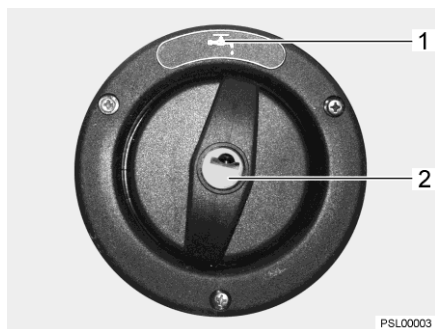

Bild 60 Locket för påfyllningsöppningen för dricksvatten
Påfyllningsöppningen för dricksvatten är märkt med symbolen "☞" (Bild 60,1). Locket låses och låses upp med nyckeln till de utvändiga låsen (utvändiga luckorna).
- Stick in nyckeln i låscylindern (Bild 60,2) och vrid ett kvarts varv moturs.
- Öppna påfyllningsöppningen för dricksvatten (Bild 60).